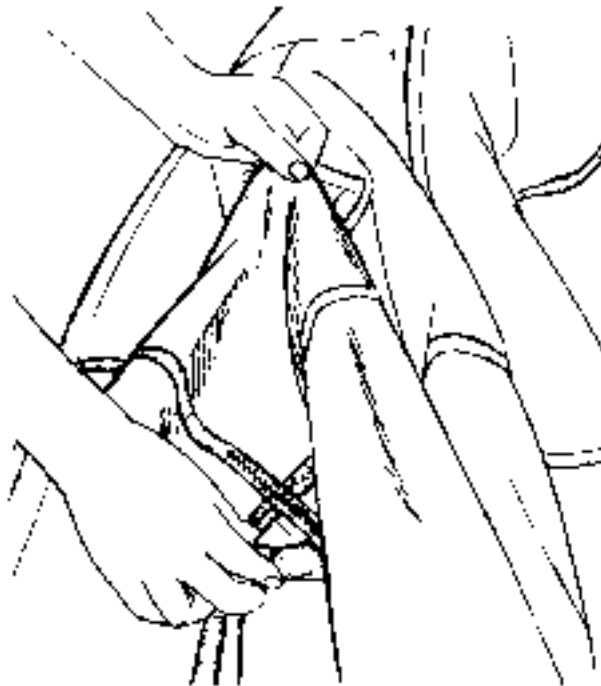

Fig. 4.26 - Pliage du reliquat de tissu
- Replier vers le haut le reliquat de tissu formé à l'aisselle des deux branches consécutives (fig. 4.26)